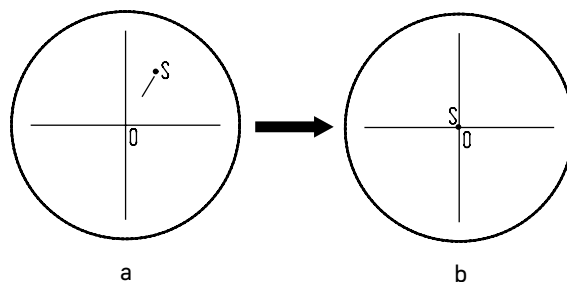

Рис. 18. Настройка канала визуализации
- Установите рукоятку переключения светового потока **3** в положение для наблюдения через окуляры и камеру. Наблюдая объект через окуляры, найдите отличительную точку в поле зрения (легко идентифицируемую цель, такую как точка S на рис. 18а), переместите объект на предметном столике так, чтобы данная точка находилась в центре поля зрения как показано на рис. 18b. Для этой процедуры вместо обычного препарата удобно использовать специальный калибровочный слайд с перекрестьем, а вместо обычного окуляра – окуляр с перекрестьем.